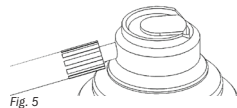

Fig. 5
4. Insérez complètement l'adaptateur dans l'arrière de la pièce à main et maintenez-le en place (figure 5).